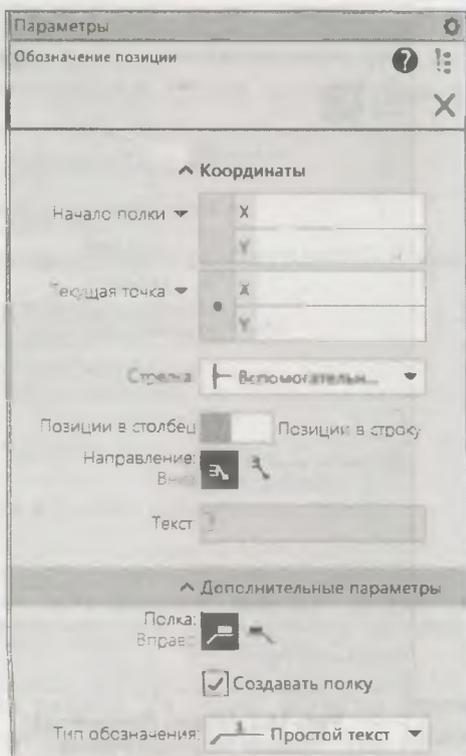

Рис. 15.5. Панель **Параметры: Обозначение позиций**
- ◆ щелкните ЛК мыши по кнопке **Обозначение позиций**. На панели **Параметры: Обозначение позиций** (рис. 15.5) расположены элементы управления, рассмотренные в табл. 15.1;